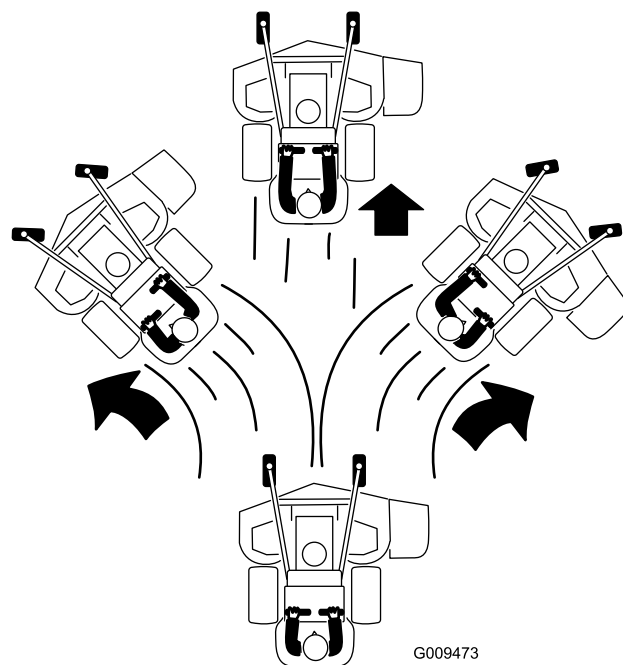

Figura 22
- Empuje lentamente las palancas de control de movimiento hacia adelante (Figura 22).